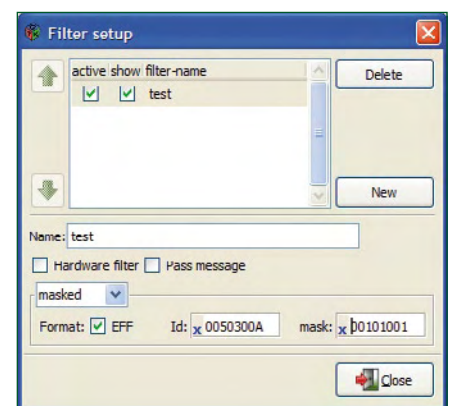

Figure 5. La fenêtre de paramétrage de filtre permet une définition aisée des paramètres auxquels doit répondre ce dernier.
- *single* : on filtre du flux de données un message CAN doté d'un identificateur (ID) spécifique.
- *masked* : Le filtrage de l'ID se fait par le biais d'un masque. Seuls les bits se trouvant à « 1 » dans le champ de masquage (cf. **figure 5**) subissent une comparaison. La valeur des autres bits des données reçues sont sans importance.